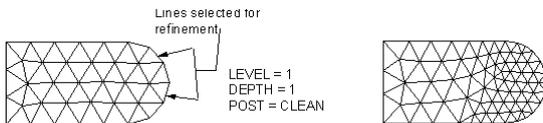

图 5-74 加密指定线处的网格
4) 【Lines】：加密指定线附近处的网格，如图 5-74 所示。